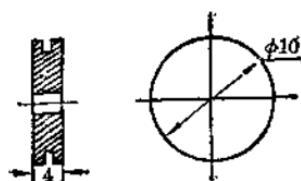

图 8
i. 主动轮：用 4 毫米厚的硬橡皮或木块削成直径 10 毫米的圆轮，四周如图 8 所示开凹槽以备装传动绳用。槽路以略深为宜，圆心处钻一小孔。小孔大小视电动机轴径而定。